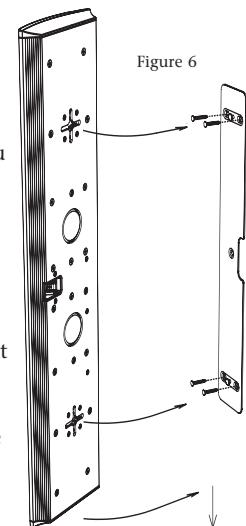

Figure 6
12. Alignez l'enceinte afin que les têtes de fixation pénètrent au centre des rails en forme de croix. Faites coulisser l'enceinte vers le bas afin que les têtes maintiennent l'enceinte en place. [Figure 6]